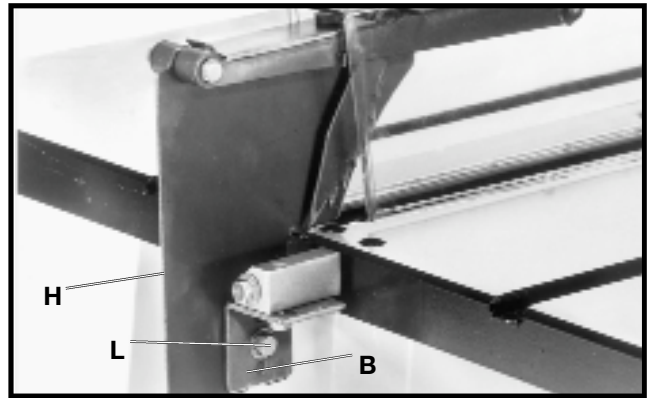

Fig. 14
7. Ensamble el hendedor (H), Fig. 14, a la abrazadera para el soporte del hendedor (B), como se muestra con un tornillo de cabeza hexagonal M6 x 1 x 20 mm (L), la arandela de diente externo de 6,35 mm (1/4") y la arandela plana de 6,35 mm (1/4").